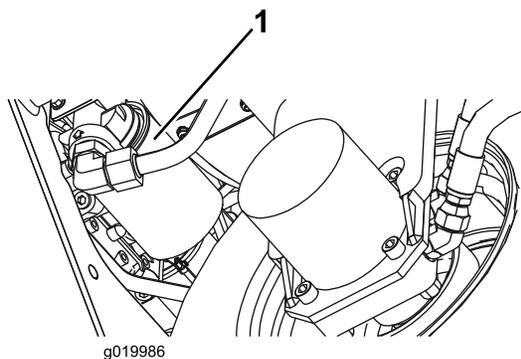

Bild 76
2. Reinigen Sie den Anbaubereich des Filters. Stellen Sie ein Auffangwanne unter den Filter (Bild 76) und entfernen den Filter.